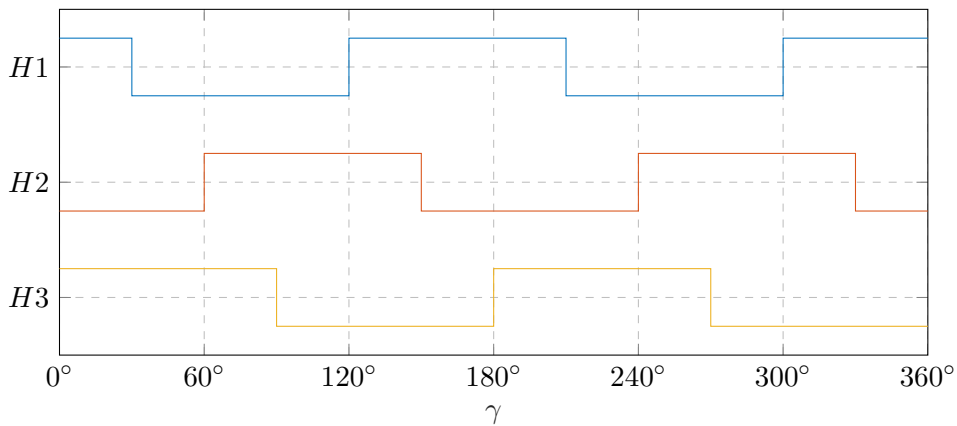

Abbildung 3.1: Signale der Hallensoren bei  $Z_P = 2$
a) Es soll nun als erstes der Verlauf der digitalen Hallensorsignale mit einer Polpaarzahl  $Z_P = 2$  in einem Diagramm für eine volle Umdrehung des Rotors dargestellt werden. Die Abbildung 3.1 zeigt ein Impulsdiagramm, welches nun die Hallensorsignale für einen BLDC mit der Polpaarzahl  $Z_P = 2$  dargestellt, ebenfalls bei einer vollen Umdrehung des Rotors im Rechtslauf.